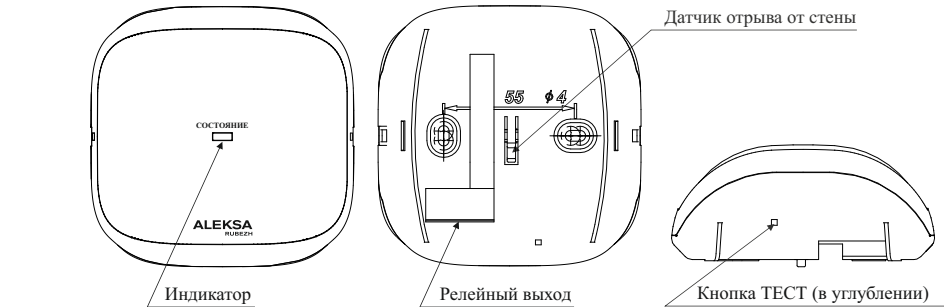

Рисунок 1
5.1 МР конструктивно выполнен в пластмассовом корпусе, состоящем из двух частей: основания и крышки. Крышка имеет окно для индикатора, расположенного на плате (рисунок 1). Крышка фиксируется на основании с помощью двух замков.